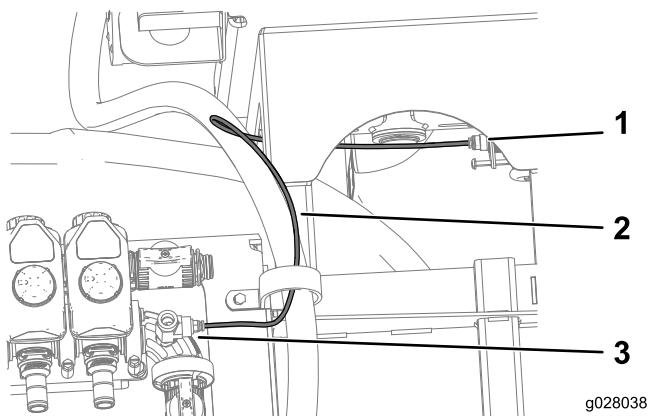

Figure 15
8. Branchez le fil du transducteur de pression au raccord en T et la vanne au raccord du manomètre (Figure 15).